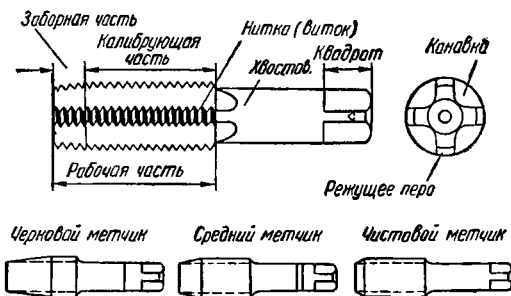

Рис. 179. Метчики.
Нарезают резьбу в отверстия метчиками (внут с продольными канавками для образования режущих ребер и отвода стружки, рис. 179). Ручные метчики изготовливают из инструментальной углеродистой или легированной стали и закаливают. Комплект состоит из трех метчиков: два из них (1 и 2) сделаны на конус, чтобы конец (заборная часть) входил свободно в нарезаемое отверстие; у последнего метчика (3) цилиндрическая